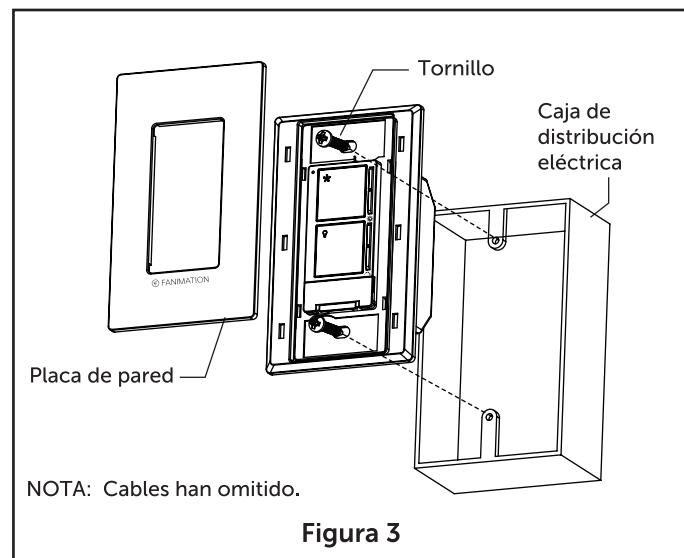

Figura 3
4. Fije la placa de pared al frente del control de interruptor con los dos tornillos pequeños suministrados. Vuelva a conectar la corriente eléctrica. (Figura 3)